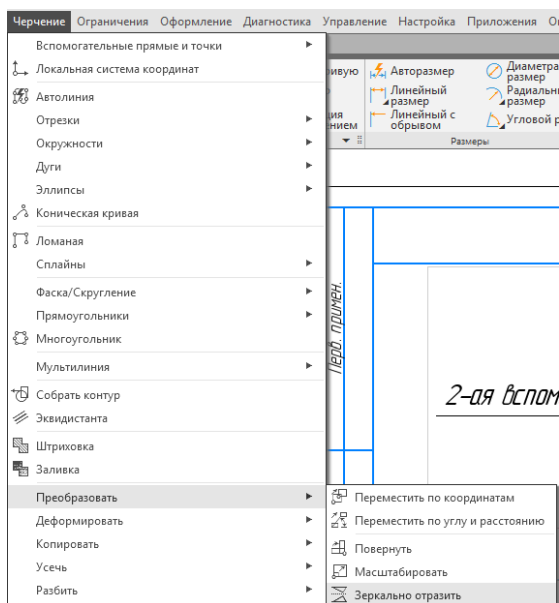

Рисунок 9.2 Зеркальное отображение
6. При помощи команды **Зеркально отобразить** достроить три недостающих фигурных паза. Сначала **Выделить** → **Рамкой**, а потом **Черчение**→**Преобразовать** → **Зеркально отобразить** (см. рис. 9.2).